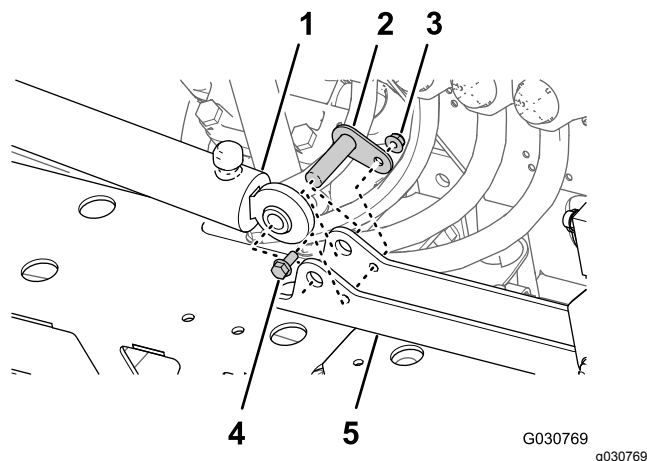

Bild 128
1. Fluchten Sie das starre Ende der Hubzylinder, das Sie in Schritt 4 in Entfernen der Hubzylinder \(Seite 37\) entfernt haben, mit dem 16 mm großen Loch in der Zylinderbefestigung aus (Bild 128).
2. Befestigen Sie den Zylinder mit dem Lagerbolzen, der Bundkopfschraube und Bundmutter an der Zylinderbefestigung (Bild 128).